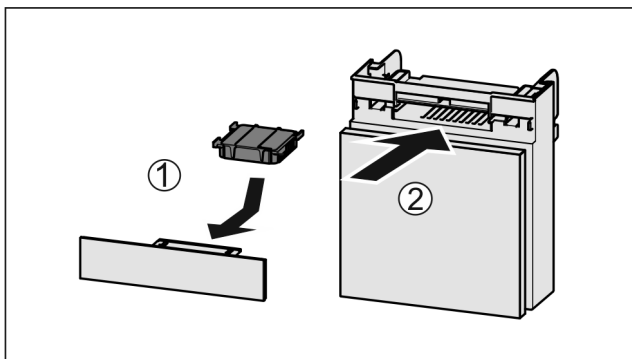

Fig. 128
- ▶ Inserire il vano Fig. 128 (2).